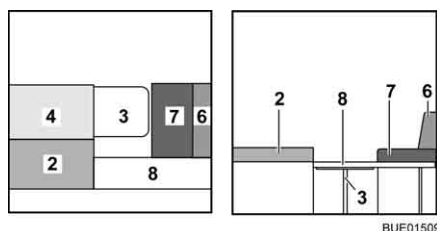

Fig. 144 Durante a transformação
- Ponha o estofa do encosto (Fig. 144,4) ao lado do estofa do assento (Fig. 144,2).
- Desdobre o apoio do acrescento da cama (Fig. 144,8) e suspenda o acrescento da cama nos apoios nos bancos arca.